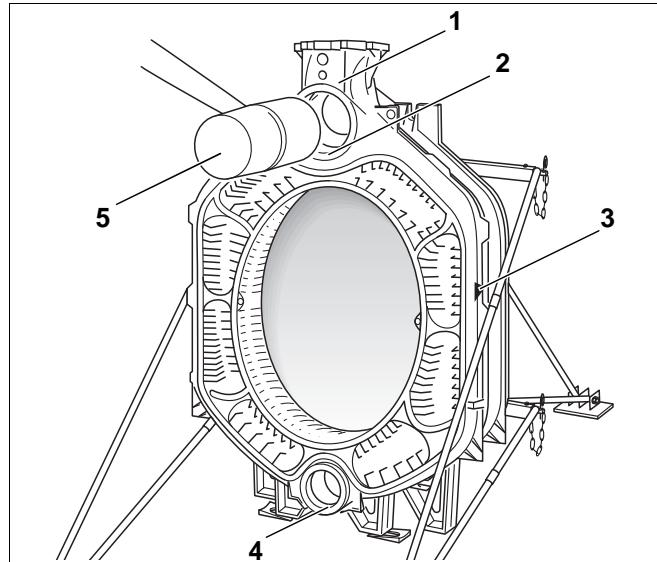

Рис. 13
- Вставить верхнюю и нижнюю ступицу (рис. 13, **поз. 2 и 4**) средней секции со штуцером подающей линии (рис. 13, **поз. 1**) (рис. 13, **поз. 2 и 4**) в ниппели задней секции, стрелка направления (рис. 13, **поз. 3**) должна быть обращена назад.
- Постукивая деревянным молотком или молотком из твердой резины, придвигните первую среднюю секцию к задней секции (рис. 13, **поз. 5**).